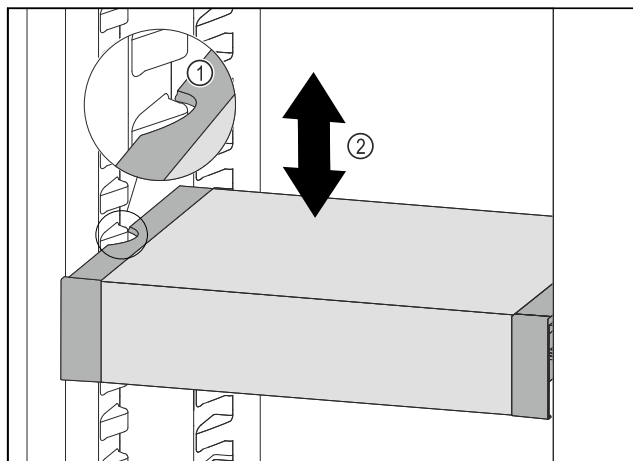

Fig. 174
- Tirare VarioSafe in avanti fino a quando le cavità laterali di VarioSafe non si trovano al livello della nervatura del contenitore nel vano frigorifero. Fig. 174 (1)
- Spostare VarioSafe verso l'alto o verso il basso nel vano frigorifero fino a raggiungere l'altezza desiderata. Fig. 174 (2)